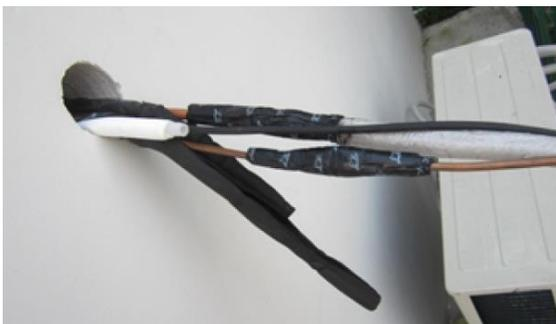

Abb. 4.12
8. Wickeln Sie die schwarzen Bitumenmatten eng und fest um die Quick-Verschraubungen. Siehe Abb. 4.12